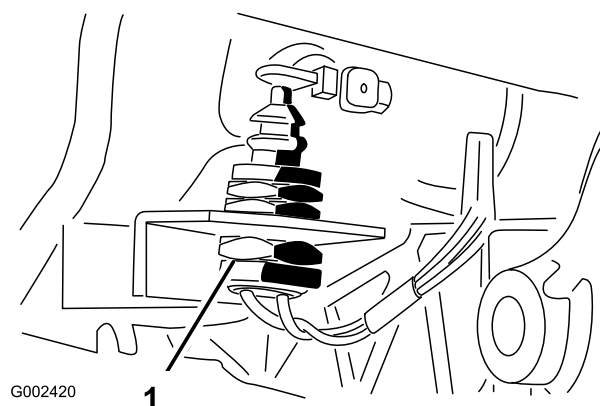

Figura 72
7. Controllate di nuovo la regolazione del microinterruttore di sicurezza della frizione (Figura 72). Il motore non deve avviarsi a meno che il pedale della frizione non si trovi a  $3,2 \text{ cm} \pm 3 \text{ mm}$  da terra. Per regolare di nuovo, allentate i controdadi del microinterruttore e regolate in più o in meno.